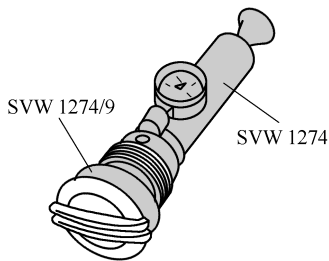

图 2-4-3 检查膨胀阀盖安全阀
1) 将冷却系统检测设备 SVW1274 连同冷却系统检测设备的适配接头 SVW1274/9 安装在冷却液膨胀罐盖上, 如图 2-4-3 所示。